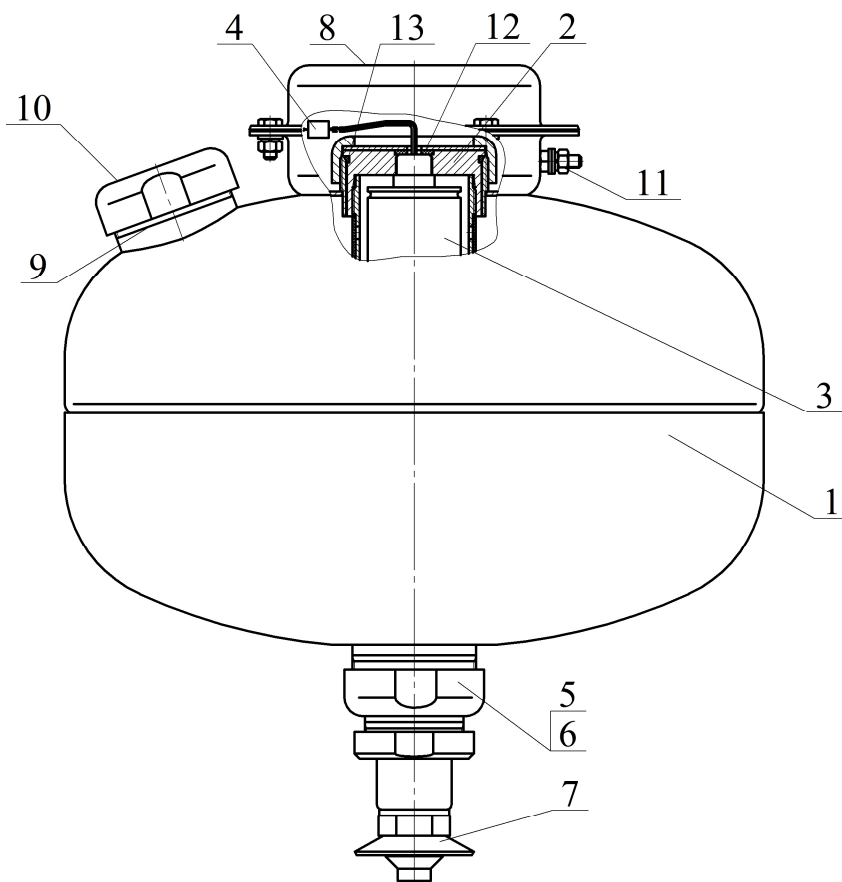

Рисунок 1
4.1.1 МУПТВ (см. рисунок 1) состоит из корпуса **1**, заправленного ОТВ, в котором размещено газогенерирующее устройство **2**. В герметичный корпус газогенерирующего устройства установлен ИХГ **3** с элементом электропусковым **4**. Нижняя горловина корпуса перекрыта срезной мембраной **5**, которая поджата гайкой **6**. С гайкой **6** через фильтрующий элемент соединен ороситель **7**. В верхней части корпуса расположены кронштейн **8** для крепления к потолочному перекрытию, горловина **9** для заливки ОТВ и предохранительный клапан **10**. МУПТВ имеет заземляющий зажим **11**.
6.3 Закрепить кронштейн **8** (см. рисунок 1) на потолке. Координаты отверстий в кронштейне приведены на рисунке 3.
6.5 Залить в отверстие верхней горловины **9** (см. рисунок 1) ОТВ объемом $13,5^{+0,2}$ дм³. Установить в отверстие горловины предохранительный клапан **10**. Сверху закрутить гайку до упора.
6.6.1 Залить в отверстие горловины **9** (см. рисунок 1) корпуса МУПТВ $13,2^{+0,15}$ дм³ воды питьевой ГОСТ Р 51232-98, открыть емкость с ингибитором коррозии и добавить его в заполненный водой корпус.
6.8 Накрутить до упора ороситель 7 (см. рисунок 1).
7.4 Комплект поставки для перезарядки МУПТВ (см. рисунок 1):